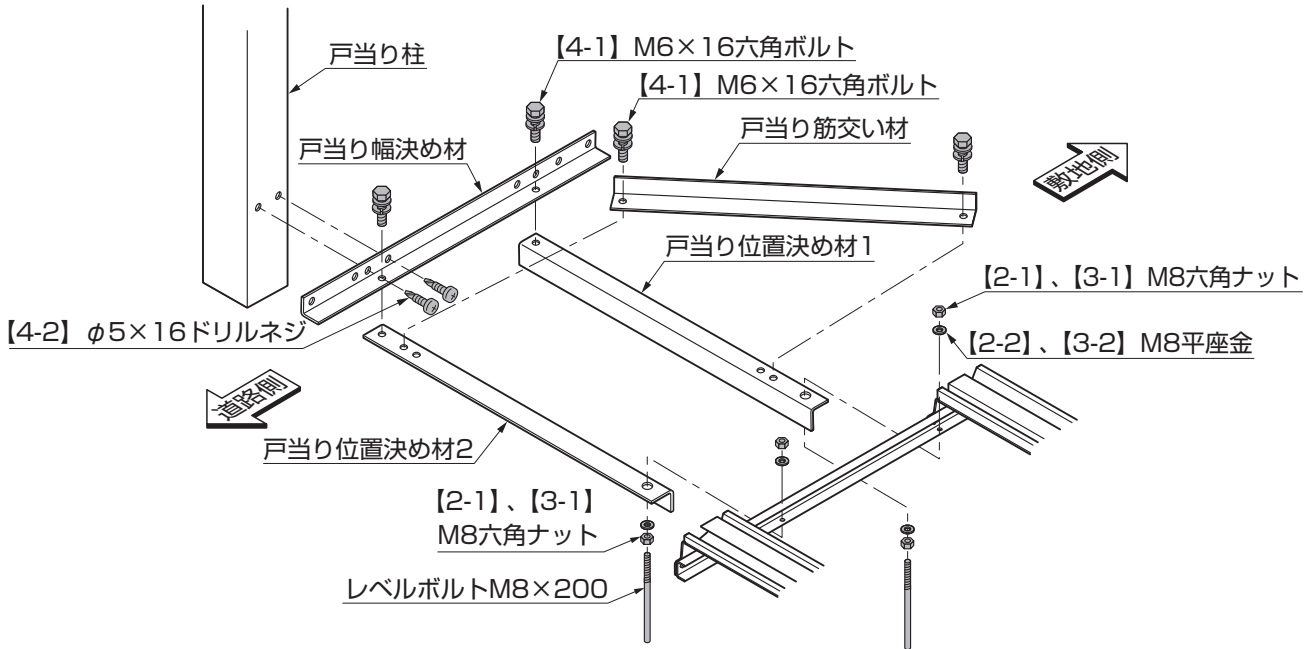
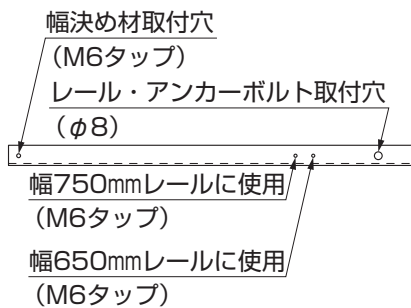
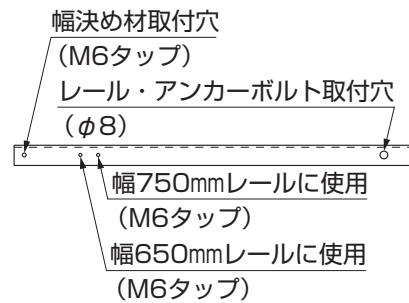
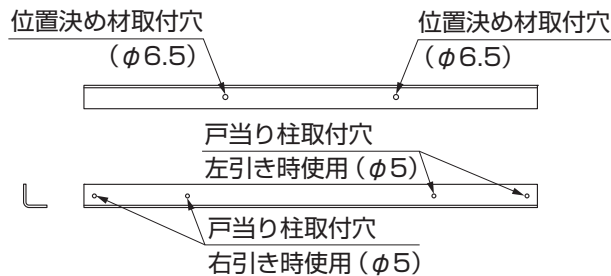

図4-1 右引き仕様
図4-2 位置決め材1
図4-3 位置決め材2
図4-4 戸当り幅決め材
- ①片引き仕様のレール戸当り端部にレベルボルト、【2-1】(【3-1】)、【2-2】(【3-1】)で戸当り位置決め材1、戸当り位置決め材2を取付けてください。(図4-1参照)
- ②戸当り筋交い材を図4-2、図4-3を参照して戸当り位置決め材に【4-1】で取付けてください。(図4-1参照)
- ③戸当り幅決め材を戸当り位置決め材に【4-1】で取付けてください。(図4-1参照)
- ④戸当り柱を図4-1、図4-4を参照して、戸当り幅決め材に【4-2】で取付けてください。(図4-1参照)